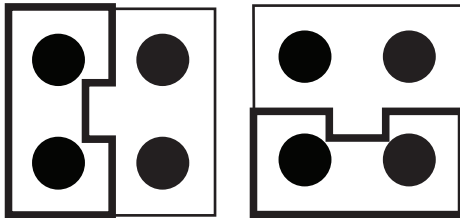

Abb. 3. Brücke in linker und in unterer Position
- Zur Deaktivierung der Kabelsteuerung Brücke J1 in die untere Position bringen (siehe Abb. 3).